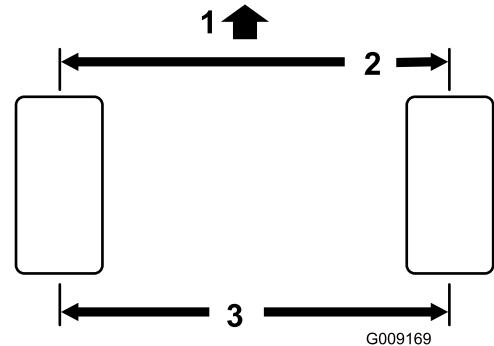

Bild 47
1. Messen Sie den Abstand vorne und hinten an den Lenkreifen Mitte-zu-Mitte (auf Achshöhe). Der vordere Wert darf höchstens um 3 mm geringer sein als der hintere (Bild 47).